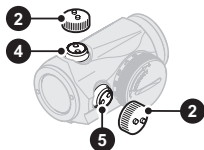

Fig. 2 Ta bort locken
- a Öppna Linsskydden (3).
- b Sätt Vridomkopplaren (8) på en nivå där den röda punkten är tillräckligt ljusstark för att kontrastera mot målet.
- c För att komma åt Höjdjusterskruven (4) och Sidojusterskruven (5), ta bort Justeringslocket (2). Se Fig. 2.
- d Justeringslocket (2) eller Verkytyget (11C) används för att justera Höjdjusterskruven (4) och Sidojusterskruven (5). De två knapparna på Justeringslocket (2) passar i de två fördjupningarna på Justerskruvarna (4) (5).